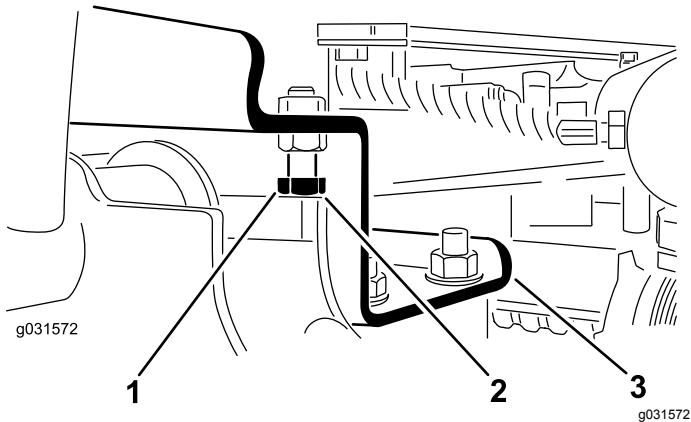

Рисунок 11
- A. Ослабьте затяжку упорных болтов (Рисунок 11).
- 2. Убедитесь, что зазор между каждым подъемным рычагом и фиксирующим болтом составляет от 0,13 до 1,02 мм, как показано на Рисунок 11.